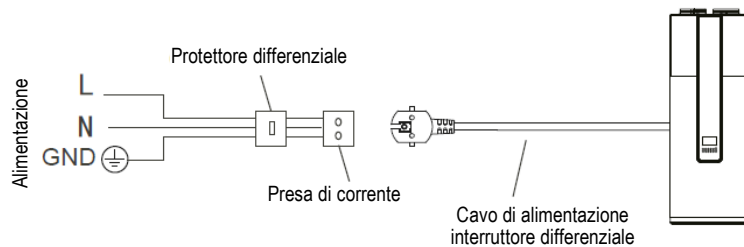

Fig. 3-8
- 5) Installazione del filtro all'entrata dell'unità. Nel caso di unità con condotto, il filtro deve essere posizionato all'entrata del condotto. (Fig. 3-8/3-9)